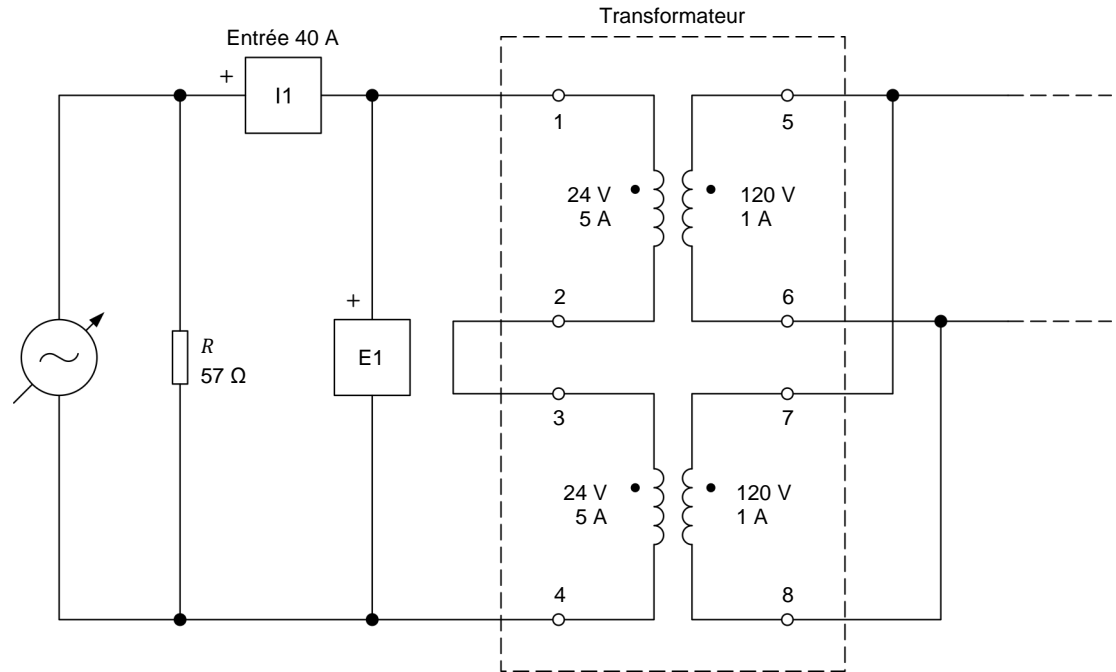

Figure 33. Transformateur élévateur sans charge.
8. Connectez l'équipement tel que montré dans la figure 33. Dans ce circuit, les deux enroulements primaires de 24 V du module **Transformateur** sont connectés en série pour former un enroulement primaire aux valeurs nominales de 48 V et 5 A. Aussi, les deux enroulements secondaires de 120 V sont connectés en parallèle pour former un enroulement secondaire aux valeurs nominales de 120 V et 2 A. Ces valeurs nominales sont pour une fréquence de fonctionnement de 50 Hz ou 60 Hz.
La charge résistive dans le circuit de la figure 33 est utilisée pour améliorer l'apparence des formes d'onde de tension. Puisque la charge résistive est connectée en parallèle avec la source d'alimentation ca, elle n'a pas d'effet sur les tensions mesurées.